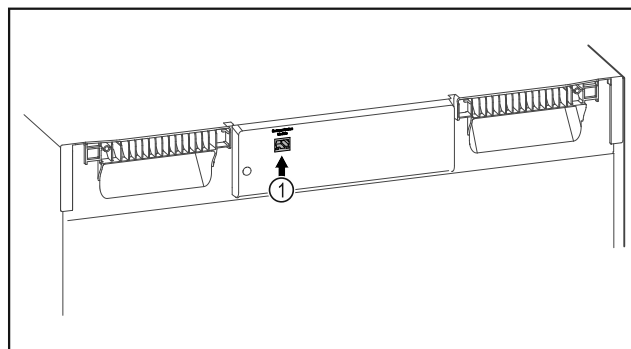

Fig. 108
- SmartModule Fig. 108 (1) встановлено.